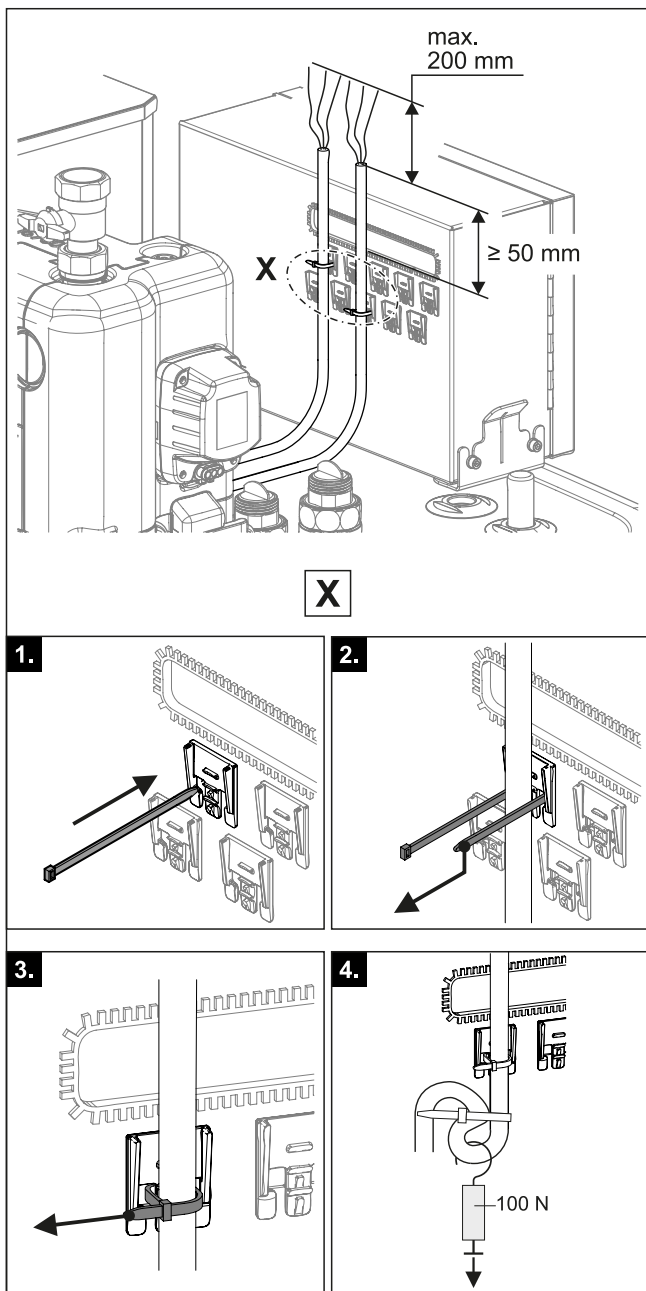

Fig. 4-30 Cableado y descarga de tracción
- 8 Guiar el cable hacia la carcasa de regulación y aislarlo correctamente Fig. 4-30.